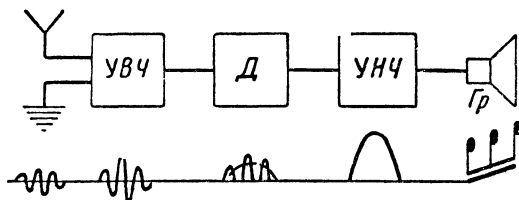

Рис. 44. Простейшая скелетная схема приемника прямого усиления.
**Н.** — Словом, в хорошем приемнике должно производиться усиление высокой и низкой частоты (рис. 44). Но что касается усиления, то я полагаю, мы уже все узнали.